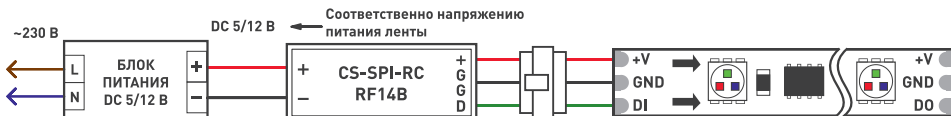
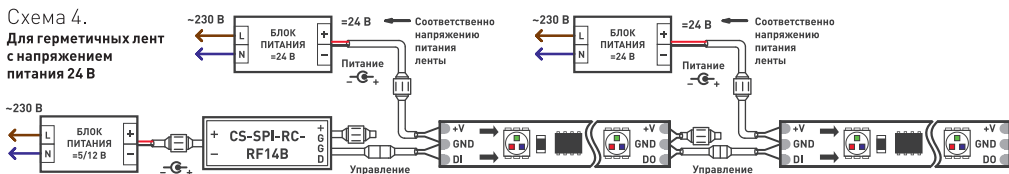

Рисунок 1. Подключение одной SPI-ленты с током потребления менее 2 А
Рисунок 2. Подключение нескольких лент или лент с током потребления более 2 А
- 3.2. Подключите контроллер в соответствии со схемами (см. рисунок 1 и рисунок 2), в зависимости от варианта использования и от количества и типа подключаемой ленты.
Если потребляемый ток подключаемой светодиодной ленты превышает 2 А, например, ленты с питанием 5 В, подавайте питание на ленту непосредственно с выхода источника питания (см. рисунок 2). Напряжение на выходах блоков питания должно соответствовать рабочим напряжениям контроллера и лент.